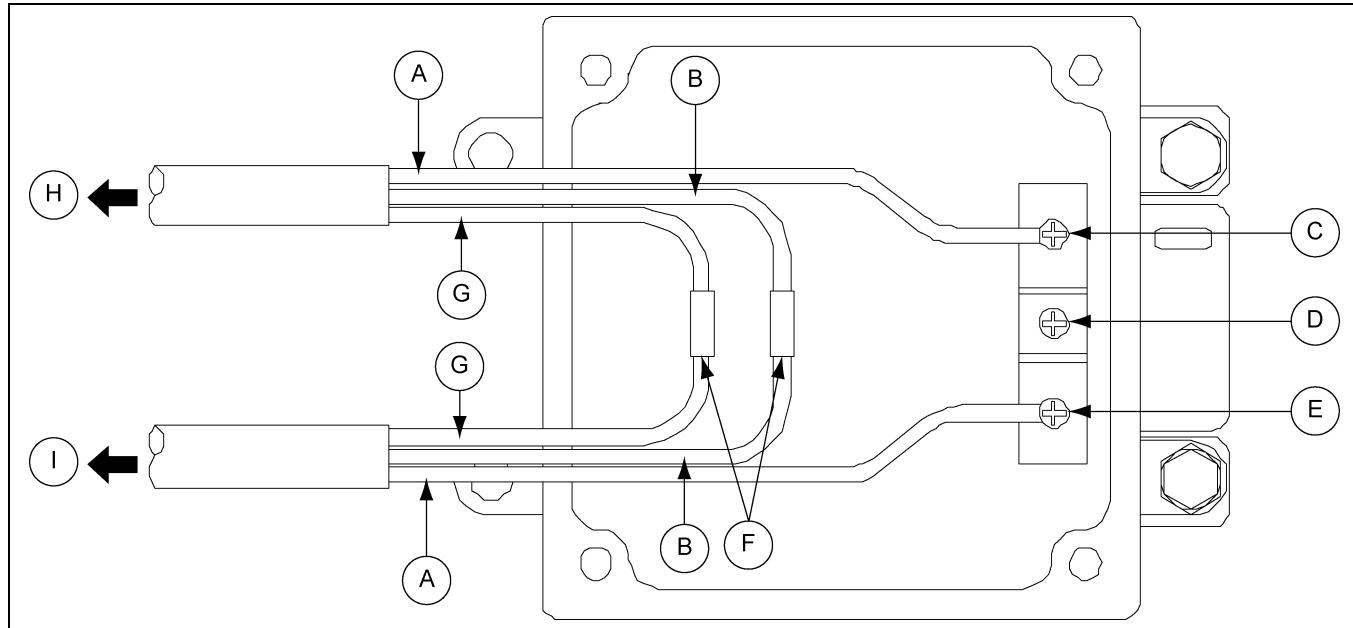

Рисунок 4Р
3. Снимите вентиляционную заглушку в верхней части редуктора и залейте шесть (6) унций прилагающейся смазки или смазки, перечисленной ниже:
4. Выполните разводку проводов от управляющего лотка к источнику питания по схеме, приведенной на Рисунок 4Р.